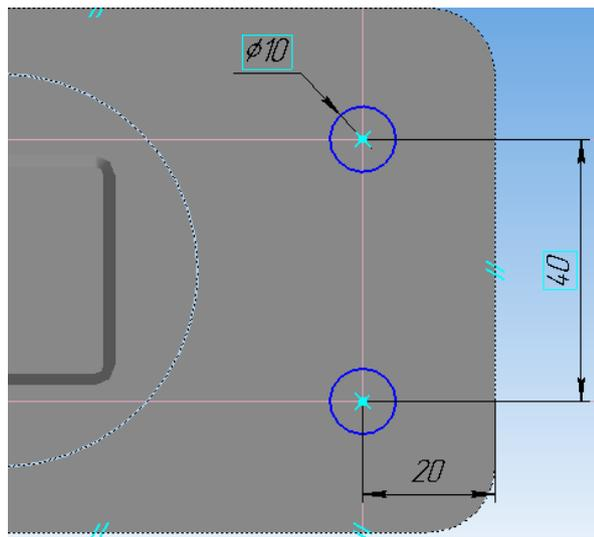

Рисунок 39.
17. На верхней поверхности основания выполните два отверстия  $\Phi 10$  мм (рисунок 39).